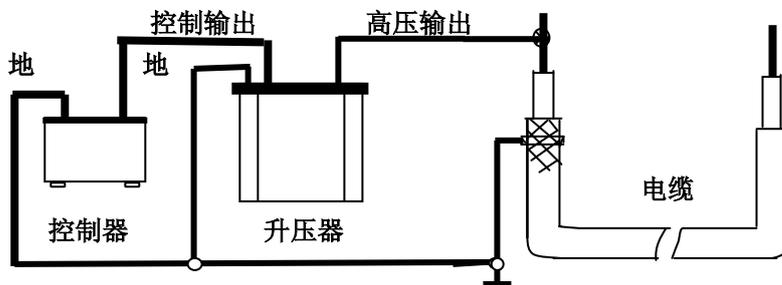

图 17 单相测量连线图
6. 用随机附带的专用柔性连接电缆将试验设备与试品电缆按图 17 所示的方法相连接。合上电源，设定好试验频率、时间和电压以及高压侧的过流保护值，原后开始升压试验。升压过程应密切监视高压回路，监听试品电缆是否有异常响声。升至试验电压时，即开始记录试验时间并读取试验电压值。